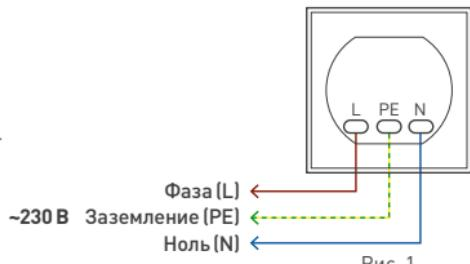

Рис. 1.
- 3.5. Подключите провода сетевого питания AC 230 В к контактам розетки в соответствии со схемой (рис. 1):